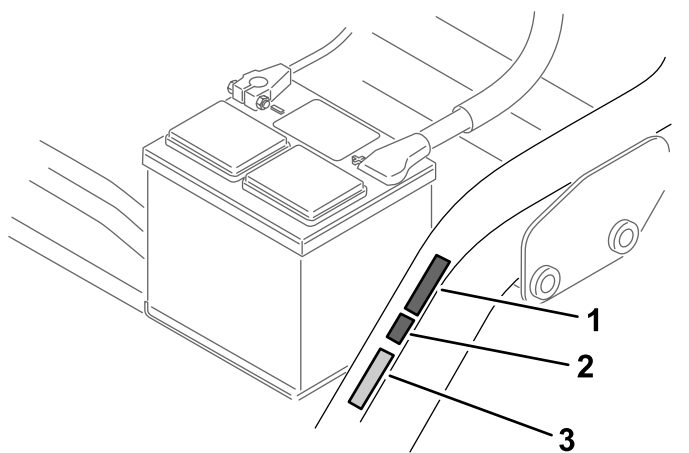

図 15
- シリアル番号プレートの隣に CE マークを貼り付ける図 15。
- CE マークの隣に CE 製造年ステッカーを貼り付ける図 15。